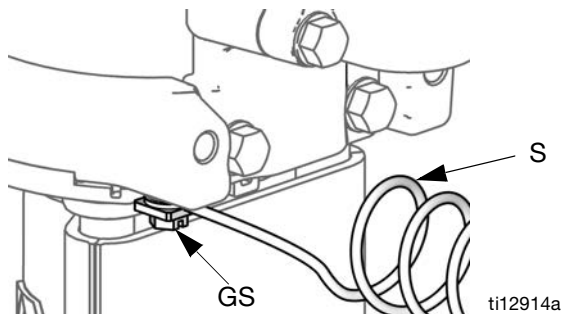

ABB. 3. Die Pumpe erden.
Pumpe: Siehe ABB. 3. Sicherstellen, dass die Erdungsschraube (GS) montiert und sicher am Luftmotor befestigt ist. Das andere Ende der Erdungsleitung (S) mit einer fachgerecht ausgeführten Erde verbinden.